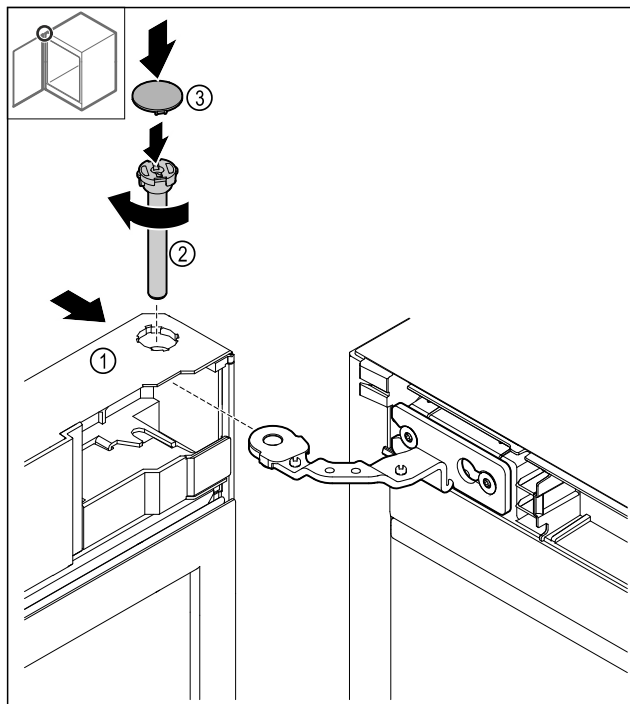

Fig. 47
- Lükake uks Fig. 47 (1) ülal šarniirile.
- Pistke polt Fig. 47 (2) sisse ja keerake päripäeva kinni.
- Pange kate Fig. 47 (4) peale.